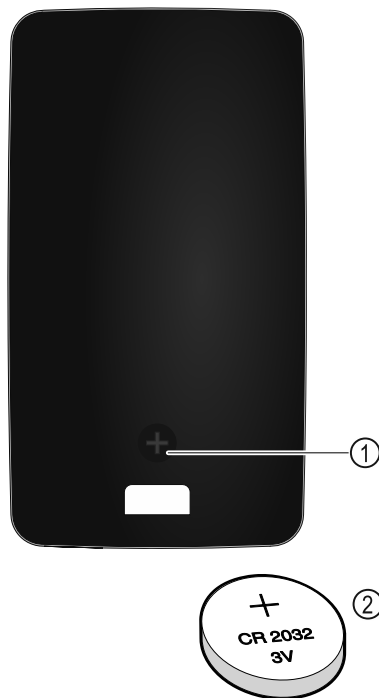

Fig. 141
Strømforsyningen til fjernkontrollen skjer via et batteri av type CR 2032 med 3 V Fig. 141 (2), som kan kjøpes i faghandelen.
- ▶ Skru ut skruen Fig. 141 (1) på baksiden av fjernkontrollen.